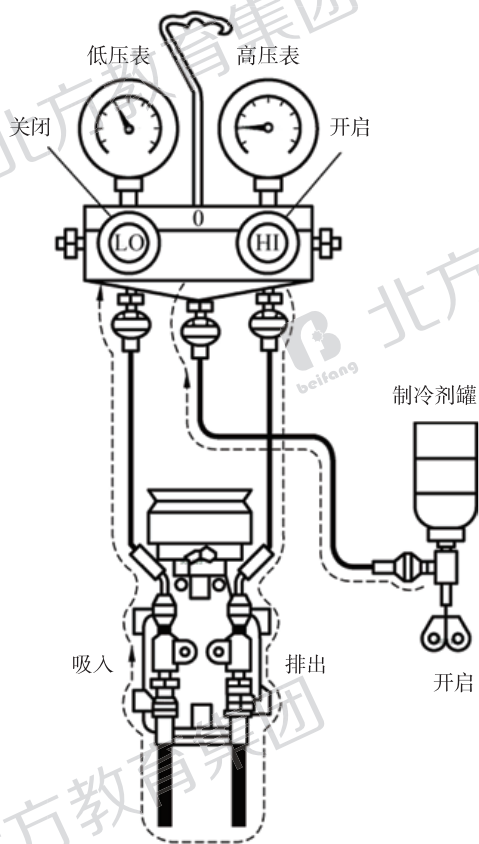

图 1 高压侧充入液态制冷剂（制冷剂罐倒立）
3) 旋开高压表侧手动阀, 将制冷剂罐倒立制冷剂以液态进入, 如图 1 所示。